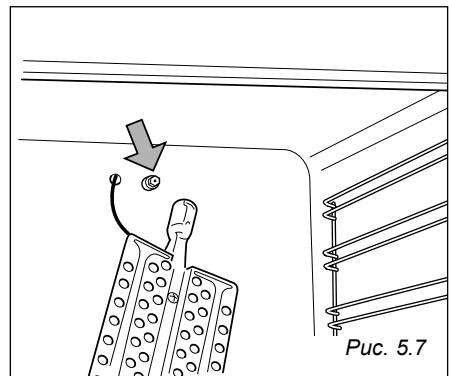

Рис. 5.7
Аккуратно подвесьте горелку, как показано на Рис. 5.7.
- С помощью торцового ключа на 7 мм замените форсунку (как показано стрелкой на Рис. 5.7).